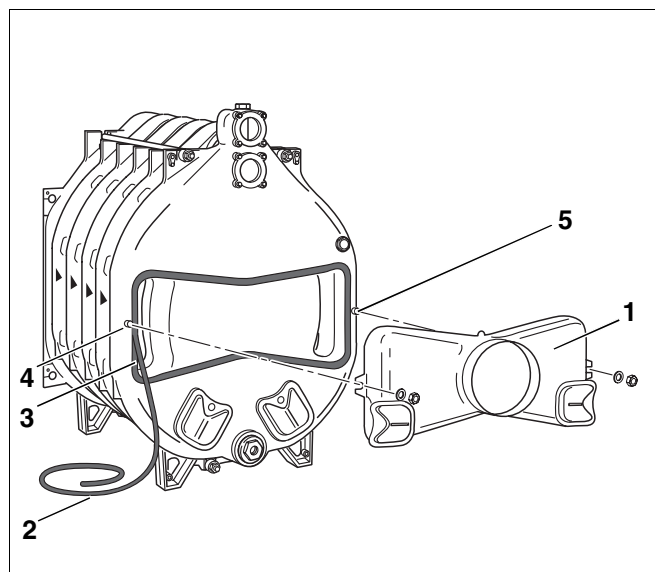

Fig. 24 Montaj – colector gaze de evacuare
Pentru etanșarea legăturii între cazan și colectorul gazelor de evacuare (fig. 24, **poz. 1**) se va folosi șnur KM (fig. 24, **poz. 2**).
- Șnurul KM se introduce forțat în canelură. Șnurul de etanșare se va poziționa astfel încât capetele șnurului să se afle în partea laterală a canelurii (fig. 24, **poz. 3**).
- Colectorul de gaze de evacuare se așează peste ambele prezoane de pe elementul posterior (fig. 24, **poz. 4 și 5**) și se fixează cu șaibe și piulițe.